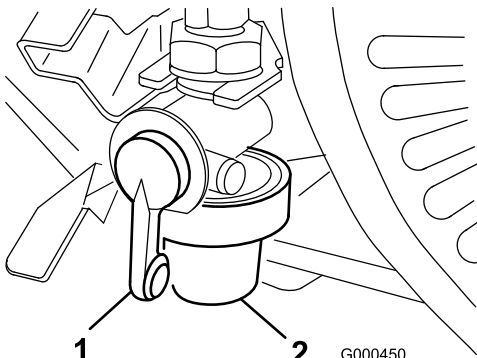

Figura 27
1. Feche a válvula de bloqueio do combustível e desaperte o depósito do corpo do filtro (Figura 27).